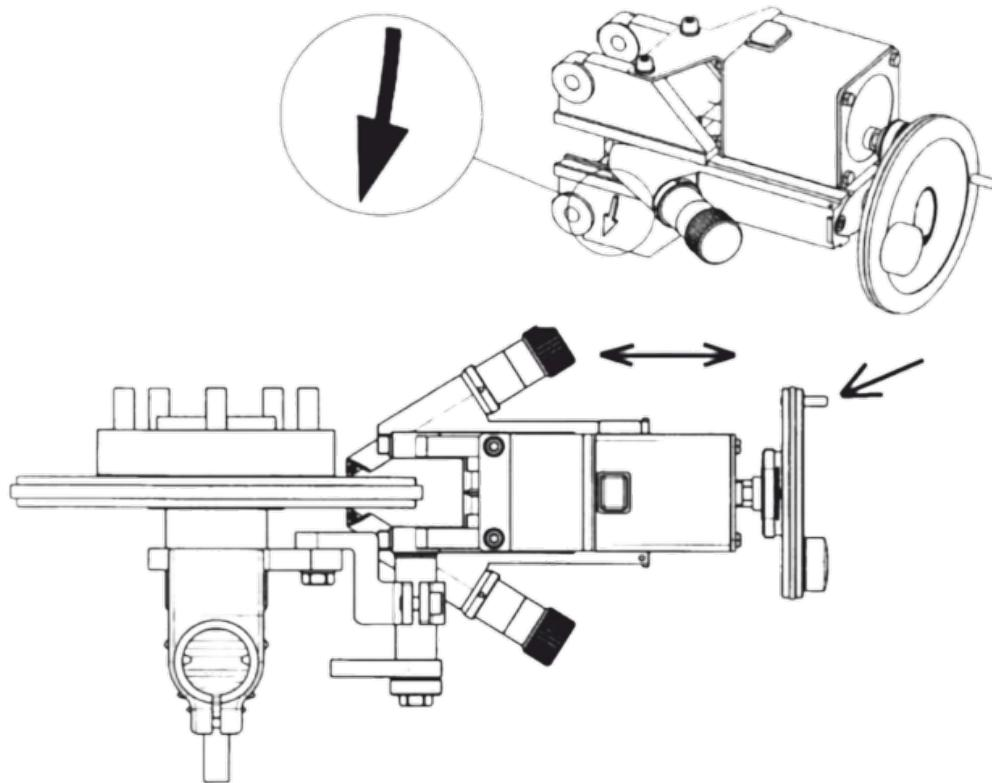

Рисунок 26
7.8.9 Аккуратно двигайте направляющие по направлению к ступице тормозного диска (рис. 26)
7.8.14 Запустите автоподачу, заблокировав регулятор и, нажав выключатель (см. рис. 26, 27).